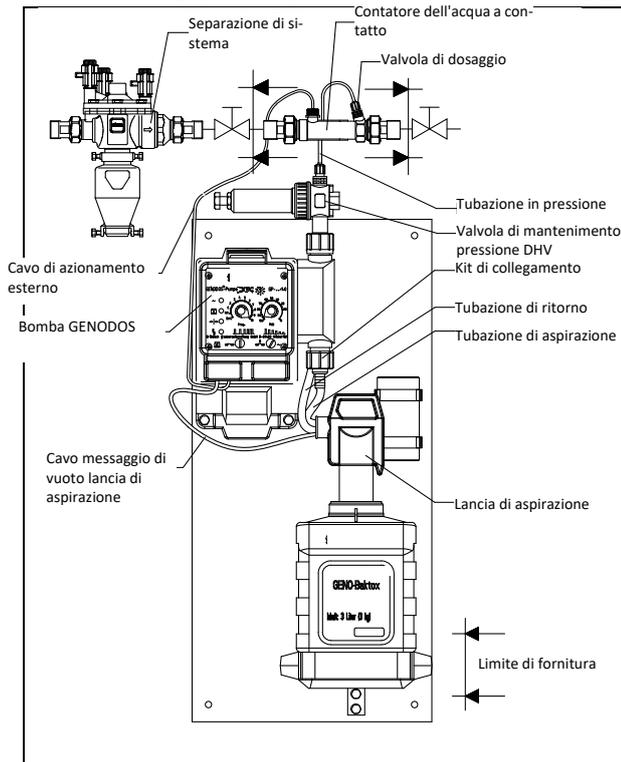
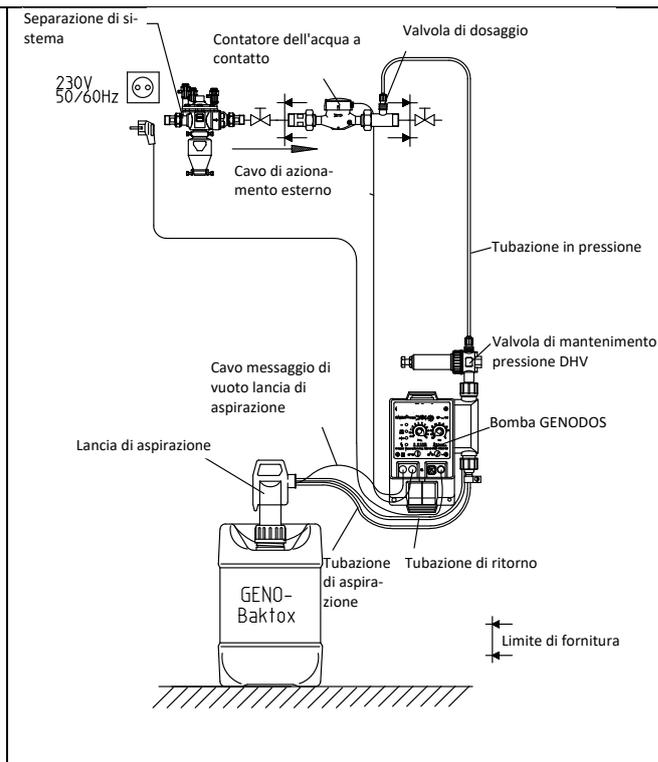

Fig. 2: Impianto di dosaggio GENODOS DM-B 6
Fig. 3: Impianti di dosaggio GENODOS DM-B 10 – DM-B 30
- La valvola di dosatura deve essere posizionata in modo che a monte e a valle della stessa sia presente un dispositivo di intercettazione (vedere Fig. 2 e Fig. 3).
I contatori dell'acqua devono essere montati sulla tubazione dell'acqua secondo il verso del flusso indicato dalla freccia (→). Per i contatori dell'acqua a contatto con diametro nominale di 1½" e 2" occorre controllare che l'inserito con l'attacco di iniezione venga montato sul lato di uscita del contatore dell'acqua (vedere Fig. 3).